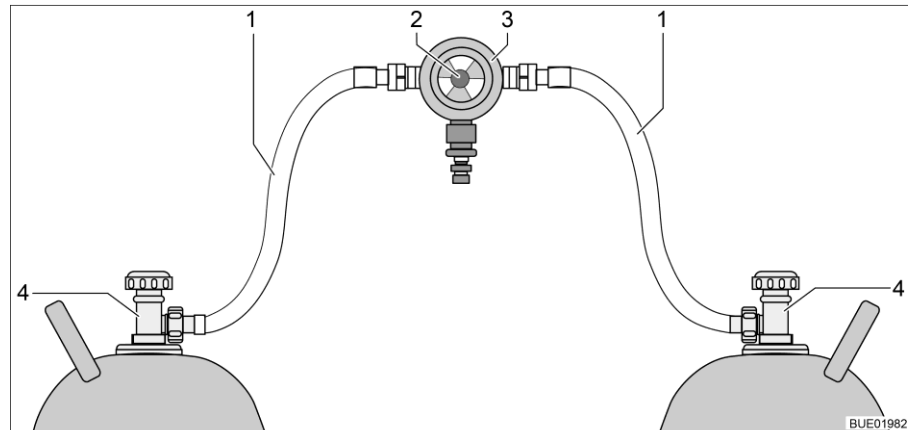
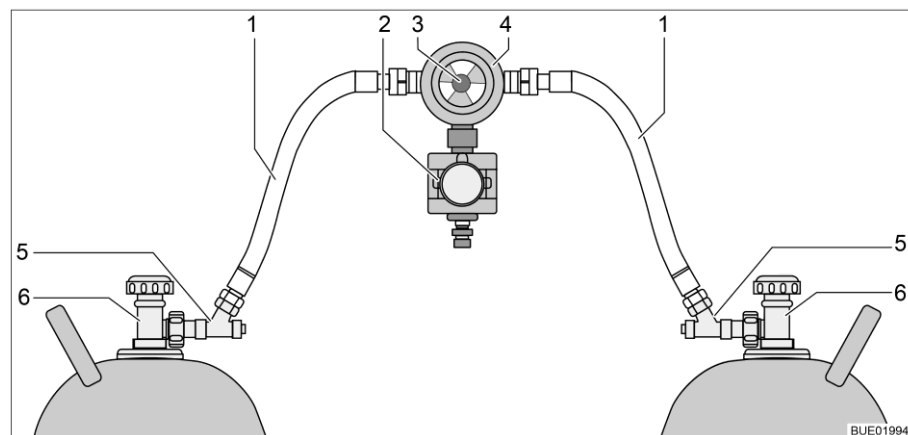

Bild 64 Gasflaschen-Umschaltanlage
Bild 65 Gasflaschen-Umschaltanlage mit CPU
Die Gasflaschen-Umschaltanlage besteht aus einem kombinierten Gasdruckregler mit Umschaltventil und Anzeige (Bild 64,3). Die Gasflaschen-Umschaltanlage ist zwischen den beiden Gasschläuchen (Bild 64,1) montiert.
Die Gasflaschen-Umschaltanlage besteht aus einem kombinierten Gasdruckregler mit Umschaltventil und Anzeige (Bild 65,4) und einem Elektroventil (Bild 65,2). Das Elektroventil sperrt bei Vollbremsung, Unfall oder ungewöhnlich großer Schräglage die Gaszufuhr zum Fahrzeug. Die Gasflaschen-Umschaltanlage ist zwischen den beiden Gasschläuchen (Bild 65,1) mit Schlauchbruchsicherungen (Bild 65,5) montiert.
Mit dem Drehknopf (Bild 64,2 bzw. Bild 65,3) an der Gasflaschen-Umschaltanlage lässt sich bestimmen, welche der Gasflaschen als Betriebsflasche und welche Gasflasche als Reserveflasche verwendet wird.
An der Bedieneinheit (Bild 66) können nur die elektrischen Funktionen geschaltet werden. Die Haupt-Absperrventile der Gasflaschen (Bild 64,4 bzw. Bild 65,6) müssen von Hand geöffnet oder geschlossen werden.
- Haupt-Absperrventile an den Gasflaschen (Bild 64,4 bzw. Bild 65,6) öffnen.
- Schlauchbruchsicherungen (Bild 65,5) nacheinander 10 Sekunden lang drücken.
- Mit dem Drehknopf (Bild 64,2 bzw. Bild 65,3) an der Umschaltanlage die Gasflasche wählen, der vorrangig das Gas entnommen werden soll (Betriebsflasche). Drehknopf immer bis zum Anschlag drehen.
- Haupt-Absperrventile an den Gasflaschen (Bild 64,4 bzw. Bild 65,6) schließen.